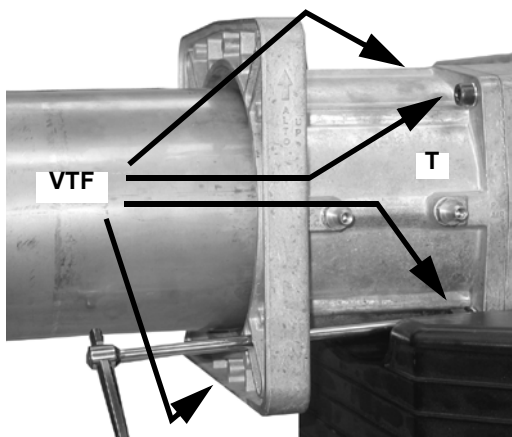

Рис. 8
- 3 Снять фланцевый патрубок **T**, открутив для этого 4 винта с углубленной головкой **VTF** (Рис. 8)